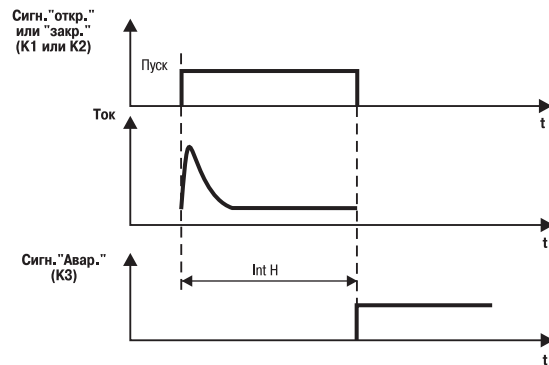

Рис. 9
- время, заданное в параметре $\overline{IntL}$, превышено, а соответствующий сигнал от компаратора уровня не поступил (рис. 9); эта аварийная ситуация возможна только в тех случаях, когда опре-